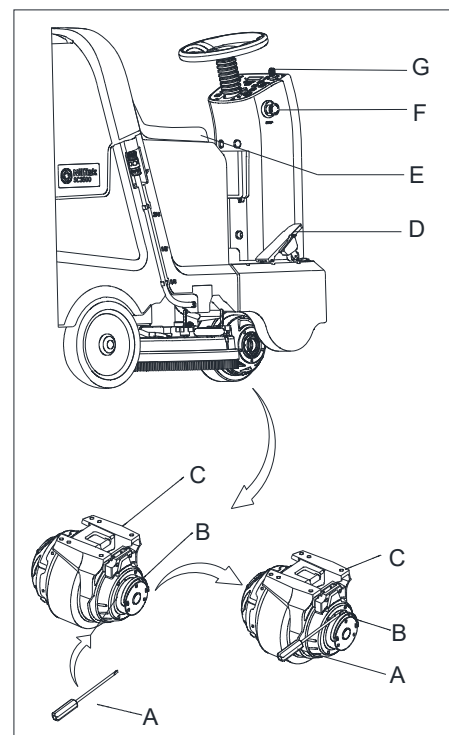

Figura 11
1. Rotiți comutatorul cheie (G, Figura 11) la poziția "ON"
2. Depresați ușor pedala de accelerație (D, Figura 11) și slăbiți-o pentru a verifica dacă mașina poate fi condusă în direcția către față și oprită..
3. Pentru a vă asigura de siguranța în funcționare, confirmați dacă mașina poate fi oprită imediat prin apăsarea butonului de avarie (F, Figura 11). Rotiți butonul de avarie pentru a-l reseta.
În unele cazuri, precum împachetarea/despachetarea mașinii, deteriorarea acesteia etc., trebuie să o deplasați fără ca motorul să lucreze. Inșerați o șurubelniță (Figura 11, A) în frâna motorului (Figura 11, B) și mișcați-o între creștături (Figura 11), frâna este eliberată și mașina poate fi deplasată. După finisare, scoateți șurubelnița, în caz contrar nu veți putea porni mașina.